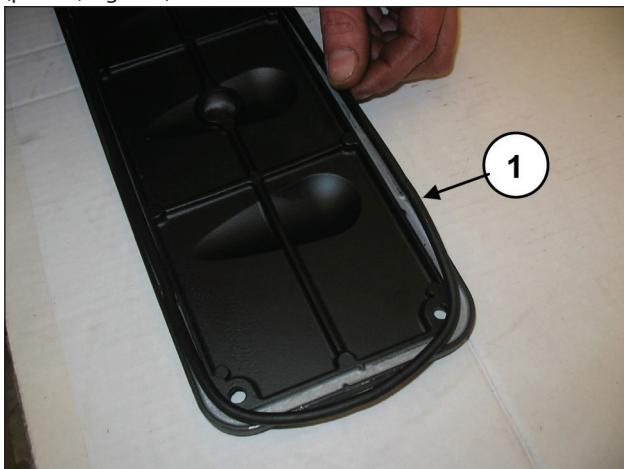
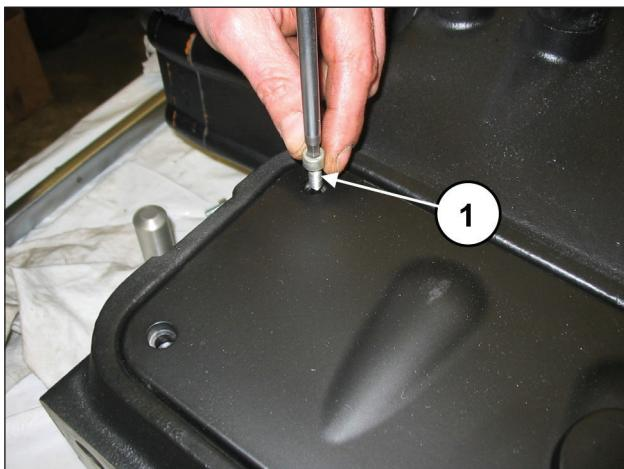

Fig. 190
Fig. 191
En las tapas de inspección, introducir la junta tórica (pos. ①, Fig. 190) y montar las tapas utilizando 4+4 tornillos M6x14 (pos. ①, Fig. 191).